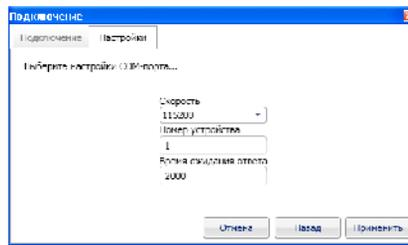

Рисунок 3
- нажать кнопку «Применить» (рисунок 3).